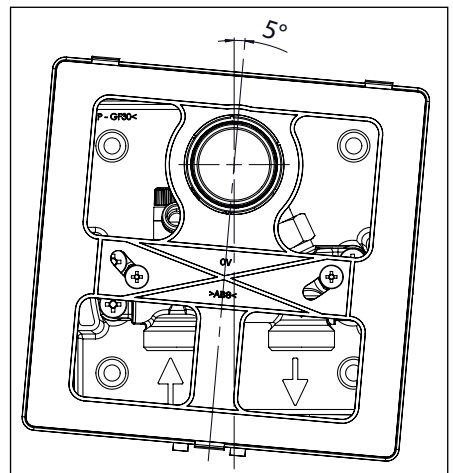

Abb. 5.6 Winkerversatz
Zur Befestigung des Rahmens (3) sind die Rahmenhalter (5) herauszudrehen bis die Stirnfläche bündig mit der fertigen Wandoberfläche (6) ist. Zur Fixierung der Rahmenhalter (5) sind diese mit der Sechskantmutter (7) am Ventilgehäuse (8) zu kontern. Der Rahmen (3) wird zunächst über den Thermostatkopf (1) geschoben, anschließend auf die Rahmenhalter (5) aufgesteckt und mit zwei Schrauben (9) befestigt. Mit den bogenförmigen Langlöchern lässt sich ein Winkerversatz der Einbaubox (10) von  $\pm 5^\circ$  ausgleichen (Abb. 5.6). Es ist zu kontrollieren, ob der Rahmen (3) bündig auf der Wandoberfläche (6) aufliegt und ggf. sind die Rahmenhalter (5) nachzustellen. Die Abdeckplatte (4) wird über den Thermostatkopf (1) geschoben und in die Halterasten gedrückt. Die Abbildungen 5.4 und 5.5 zeigen Beispiele bei denen der Wandbelag (11) (z.B. Putz, Fliesen) nicht bündig mit der Einbaubox (10) abschließt und ein Tiefenversatz ausgeglichen werden muss.